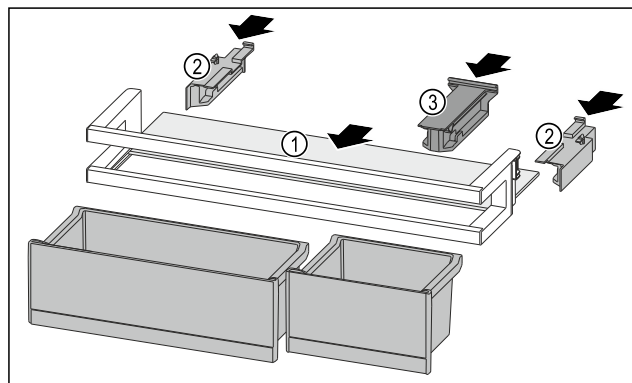

Fig. 233
- Вдвиньте съемную полку Fig. 233 (1) в боковые пазы.
- Установите боковые части Fig. 233 (2).
- Смонтируйте крепление Fig. 233 (3).